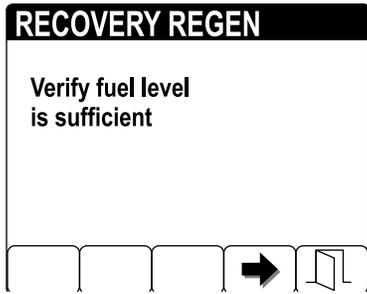

図 54
4. 燃料レベル確認 VERIFY FUEL LEVEL 画面で、燃料タンクの残量が 1/4 以上駐車再生の場合または 1/2 以上リカバリ再生の場合あることを確認し、燃料残量に問題がなければボタン 4 で続行する 図 54。